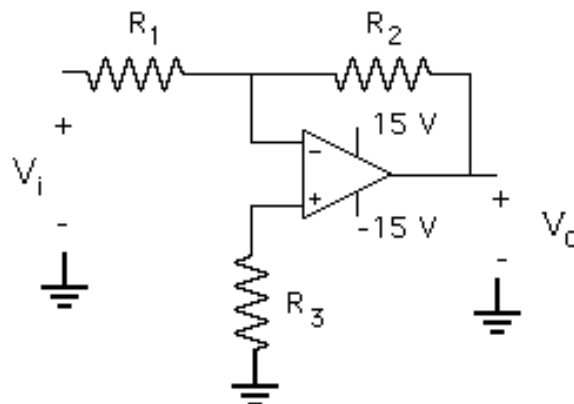

Figura 1.1.- Amplificador inversor
- 2.- Dada la configuración mostrada en la Figura 1.1, determine la función de transferencia V_o/V_i en función de las resistencias R_1 y R_2 . Diseñe un amplificador inversor de ganancia 10, alimentado con fuentes de $\pm 15V$. Colóquele en la entrada no inversora una resistencia igual al paralelo de la resistencia de la entrada inversora con la resistencia de alimentación para compensar las corrientes de polarización.